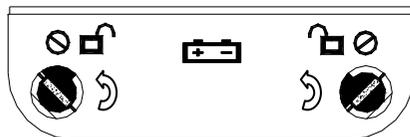
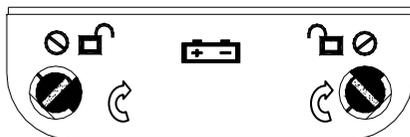

图 1
图 2
- 5-4-1-1. 拧出后壳上固定电池盖的锁紧扣, 退出电池盖; (如图 1 所示)
- 5-4-1-3. 装上电池盖, 拧紧锁紧扣。(如图 2 所示)
按电池盖上指示的方向打开锁紧扣。即  相同逆时针方向各自旋转到止位, 左边  一字槽与标识  相同方向时为可打开 ; 右边  一字槽与标识  相同方向时为可打开  , 如下图 1 状态时方可取下电池盖。
按电池盖上指示的反方向锁紧电池盖锁紧扣。先把电池盖锁紧扣按指示打开的方向(见图 1)装回原处, 锁紧扣完全压进顺时针方向旋转 90 度(见图 2)。即  相同顺时针方向各自旋转到止位, 左边  一字槽与标识  成 90 度方向为锁紧; 右边  一字槽与标识  成 90 度方向时为锁紧, 如下图 2 状态时为电池盖关闭。